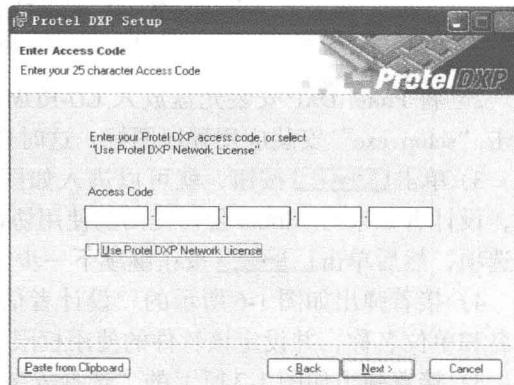

图 1-8 “序列号输入”对话框
6) 接着弹出如图 1-8 所示的“序列号输入”对话框，要求设计者在对话框中输入软件的序列号。设计者可以根据安装光盘上提供的序列号进行输入，也可以通过 Protel DXP 的网站进行网上注册。如果选择网上注册，可以将“Use Protel DXP Network License”选项选中，输入正确的序列号后单击 **Next >** 按钮继续。